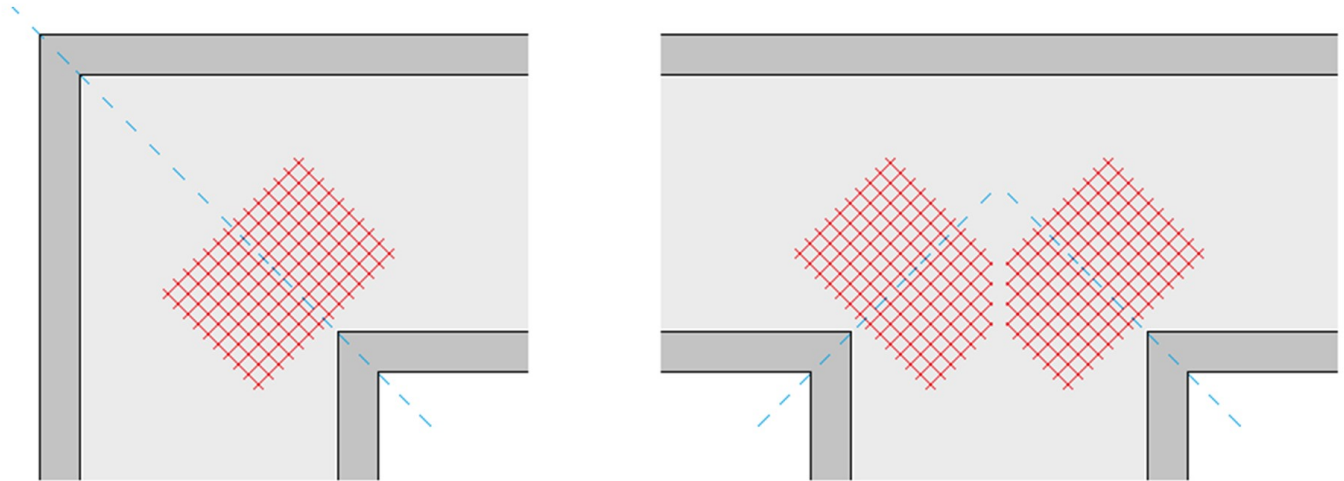

Fig. 1: inserimento della rete di rinforzo in strutture a L o T
- In caso di realizzazione di superfici a "L" oppure a "T" è necessario inserire una rete di acciaio da massetti (filo 3 mm, maglia 10x10 cm) trasversalmente alla direzione della congiungente dei due angoli della struttura a L o T (Fig. 1):